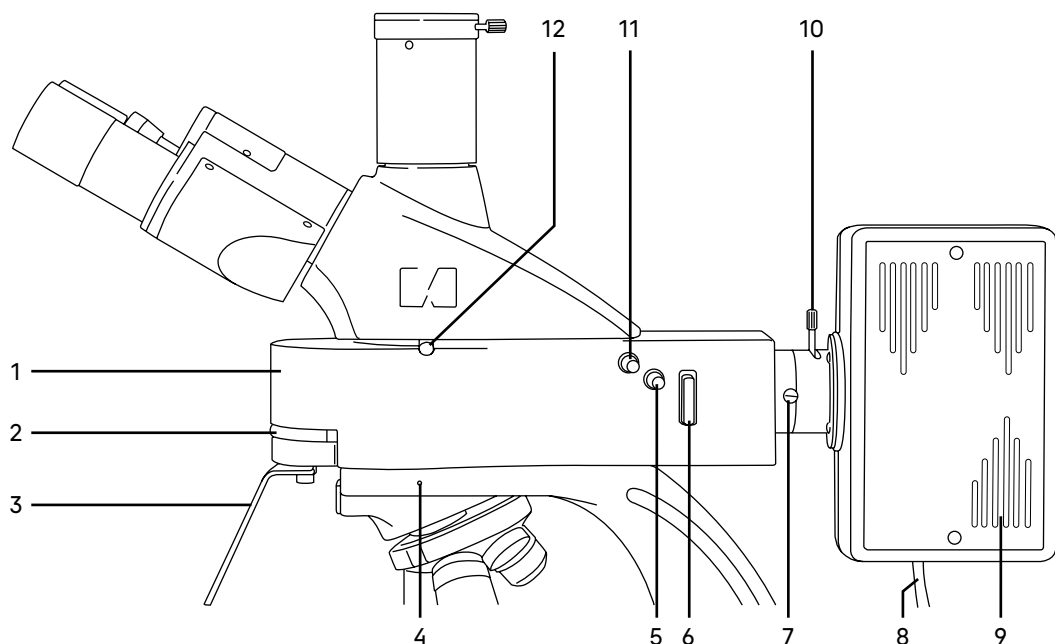

Рис. 3. Люминесцентная насадка
Общий вид люминесцентной насадки представлен на рис. 3.
Корпус люминесцентной насадки 1 (рис. 3) устанавливается в отверстие верхнего фланца штатива и закрепляется винтом 4 (рис. 3).
На корпусе насадки находится соединительный переходник, посредством которого корпус соединяется с фонарем ртутной лампы 9 (рис. 3). Защитный экран 3 (рис. 3) крепится к корпусу двумя винтами.
Металлическая пластина светового барьера 6 (рис. 3) установлена в паз корпуса насадки. Пластина имеет три положения:
В корпусе насадки находится поворотная турель с четырьмя люминесцентными фильтрами. Перемещение турели в корпусе насадки обеспечивается поворотом кольца 2 (рис. 3). Фиксированное положение рукоятки под символом означает включение в ход лучей соответствующего набора.
Кольцо перемещения турели может быть зафиксировано в одном из пяти положений, соответствующем одному из четырех типов фильтров, смонтированных на турели: синий (B), зеленый (G), фиолетовый (V) и ультрафиолетовый (UV) или нейтральное положение (O). Маркировка каждого фильтра соответствует цвету лучей возбуждения и нанесена на кольцо 2 (рис. 3) в виде символа.
Фонарь ртутной лампы 9 (рис. 3) крепится на корпус насадки 1 (рис. 3) винтом 7 (рис. 3). В кожухе фонаря ртутной лампы расположен коллектор, который проецирует изображение источника света, светящуюся разрядную дугу ртутной лампы, в выходной зрачок объектива микроскопа. Перемещение коллектора вдоль оси осуществляется рукояткой 10 (рис. 3).
Установите кольцо перемещения турели люминесцентных блоков 2 (рис. 3) в положение «0».
Установите пластину 7 (рис. 3) в положение «заглушка».